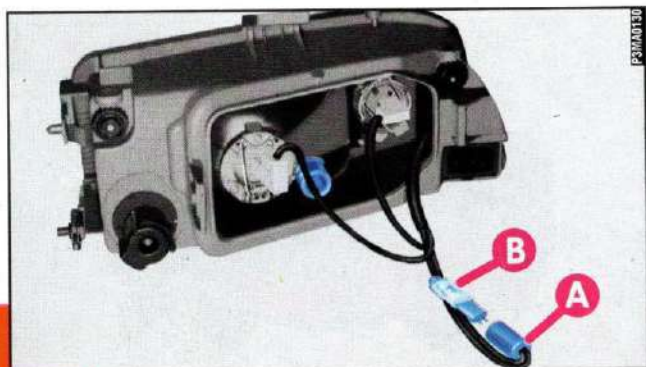

fig. 18
- 2) Sfilare il portalamпада **A**-fig. 18, facendolo ruotare leggermente per facilitare lo sgancio.